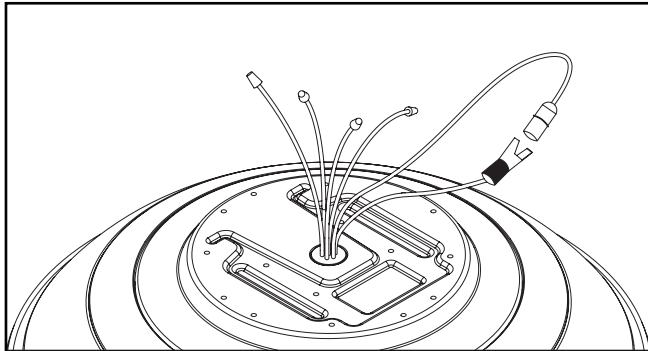

Figure 1. Image montrant le luminaire, les fils et le connecteur de pile
1. Effectuez les raccords électriques d'entrée. (Figure 1)